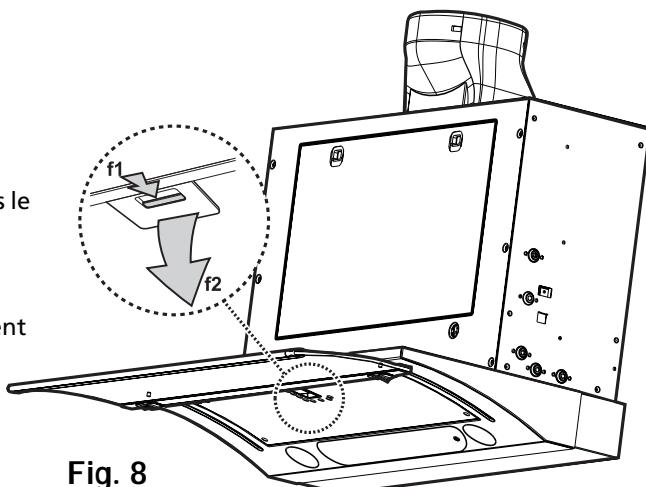

Fig. 8
2. Retirez les filtres à graisses - **Fig. 8** : tirez la poignée de décrochage à ressort (**f1-f2**) vers le bas, puis extrayez le filtre.
2. Retirez le filtre à graisses (**f1-f2** - **Fig. 8**).